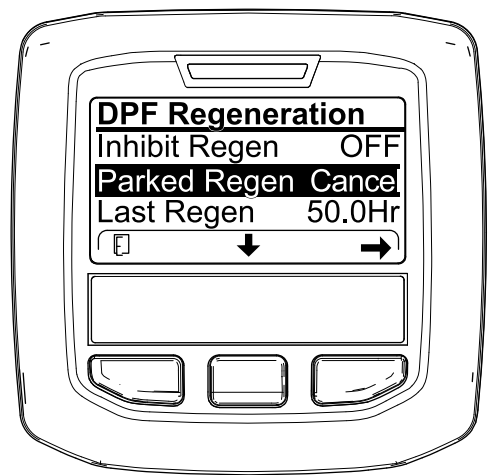
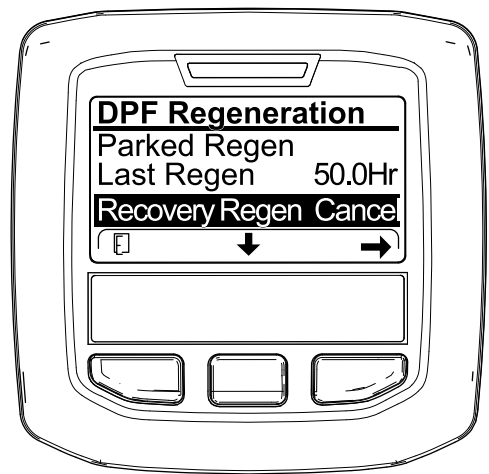

Figura 67
Figura 68
1. Aceda ao menu Regeneração do filtro de partículas de gasóleo (Figura 67).
2. Prima o botão central para ir até à opção CANCELAR REGENERAÇÃO EM ESTACIONAMENTO (Figura 67) ou CANCELAR REGENERAÇÃO DE RECUPERAÇÃO (Figura 68).
3. Pressione o botão direito para selecionar a entrada Cancelar regeneração (Figura 67 ou Figura 68).